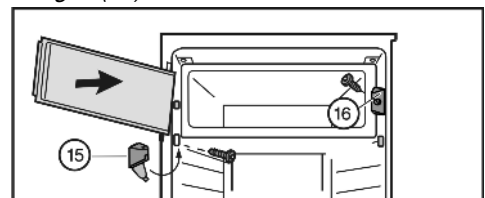

Fig. 7
- ▶ Установите запирающий элемент Fig. 7 (16).
- ▶ Установите опорный кронштейн Fig. 7 (15) и закройте крышку.